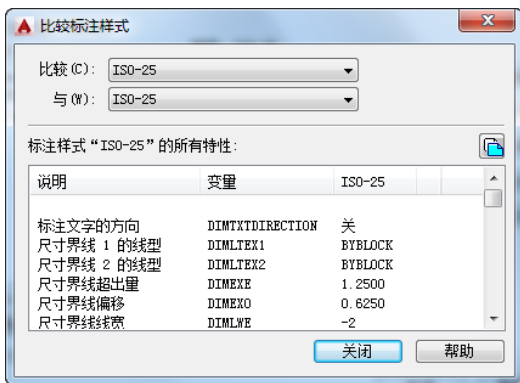

图 7-6 “比较标注样式”对话框
(5) “比较”按钮: 比较两个尺寸标注样式在参数上的区别或浏览一个尺寸标注样式的参数设置。单击此按钮, AutoCAD打开“比较标注样式”对话框, 如图7-6所示。可以把比较结果复制到剪切板上, 然后再粘贴到其他的Windows应用软件上。